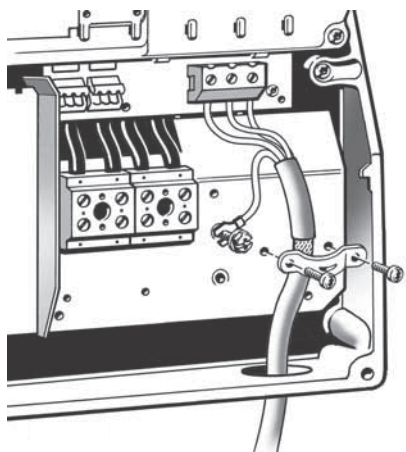

图 15 电机连接，B1 和 B2
1. 将地线连接到终端 99 (PE)。见图15。
2. 将电机导线连接到终端 96 (U), 97 (V), 98 (W)。